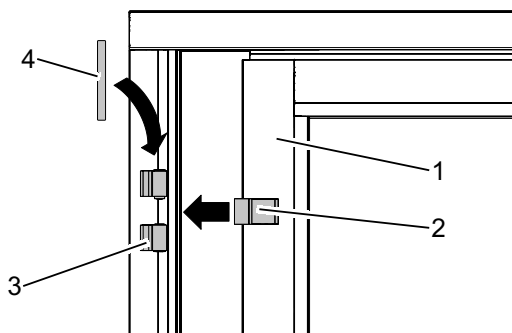
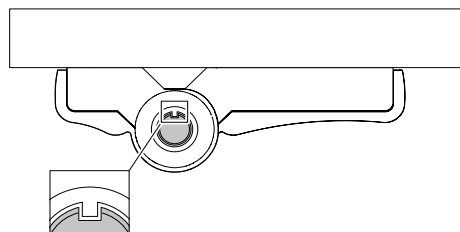

Abb. 13: Anschlagtür in Türbänder einsetzen
Abb. 14: Türbandstift einsetzen
3. Anschlagtür (Abb. 13/1) mit den Scharnieren (Abb. 13/2) in die Türbänder (Abb. 13/3) einsetzen.
4. Türbandstifte (Abb. 13/4) einsetzen. Nut und Nase müssen in einander greifen (Abb. 14). Ggf. Türbandstift etwas drehen.